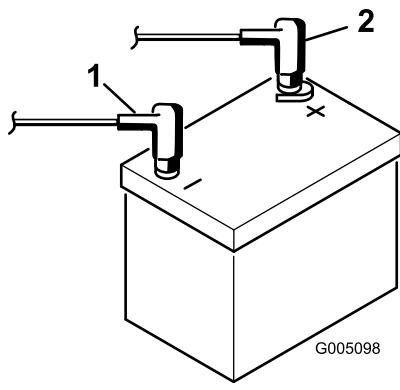

図 4
7. 赤い (+) ケーブルをバッテリーの (+) 端子に、黒いケーブル (-) はバッテリーの (-) 端子にはめ、ボルトとナットで固定する（図 4）。プラス端子が電極に十分にはまり込んでいること、ケーブルの配線に無理がないことを確認する。ケーブルとバッテリーカバーを接触させないこと。